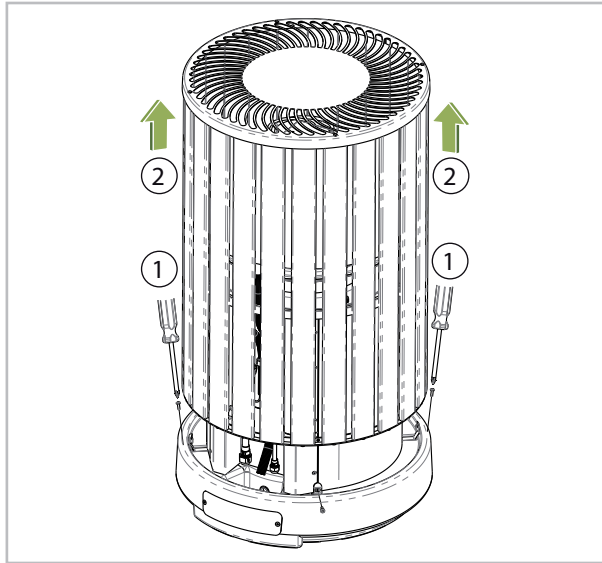

Abb. 36: Demontage der Aluminiumverkleidung
- Um die Kältemittelleitungen zu installieren müssen Sie zunächst die Aluminiumverkleidung des Außenmoduls abmontieren (siehe Abb. 36). Lösen Sie dazu im unteren Bereich der Verkleidung die vier M6 Schrauben (1) und ziehen Sie die Verkleidung vorsichtig nach oben ab (2). Achten Sie drauf, dass Sie dabei nicht den Wärmetauscher und den Ventilator beschädigen.